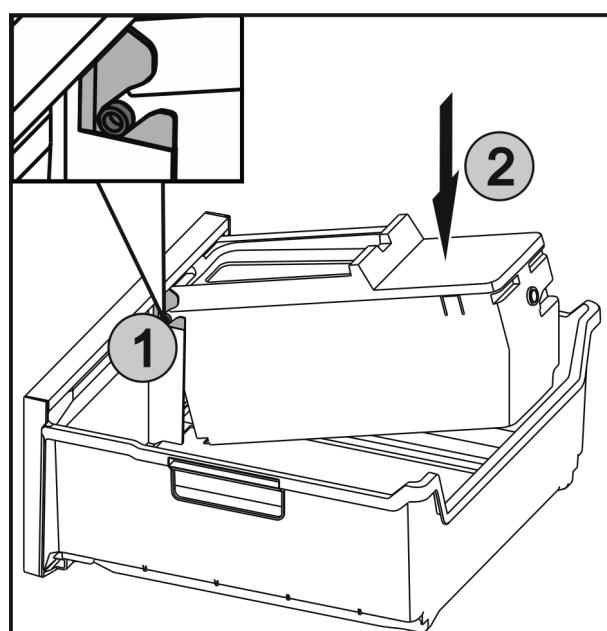

Fig. 76
- ▶ Вставить оси Fig. 76 (1) на EasyTwist-Ice в направляющие и вдавить заднюю сторону Fig. 76 (2) до фиксации накладки.